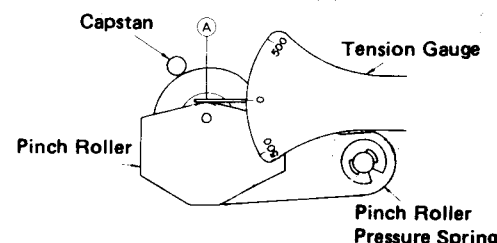

Figure 17-1
2. Push the pinch roller, at the point (A) shown in Fig. 17-1, by using a tension gauge (500 gr.) so that it will come off the capstan. Then, release the tension slowly until the pinch roller hits the capstan again (i.e., the pinch roller is about to rotate again). Then check the tension gauge is reading 350 gr. to 420 gr.
2. Drücken Sie die Förderwalze mit einer Zuglehre (500 g.) an der in Abb. 17-1 gezeigten Stelle (A), so daß sie sich von der Antriebsrolle abheben läßt. Senken Sie dann langsam die Spannung bis die Förderwalze wieder die Antriebsrolle berührt (d.h. die Förderwalze läßt sich wieder drehen). Stellen Sie sicher, daß die Zuglehre zwischen 350 g und 420 g anzeigt.
2. Pousser le galet pinceur au point (A) montré sur la Fig. 17-1 à l'aide d'une jauge de tension (500 g) de telle sorte qu'il se sépare du cabestan. Puis relâcher lentement la tension jusqu'à ce qu'il entre de nouveau en contact avec le cabestan (c'est-à-dire que le galet pinceur est sur le point de tourner de nouveau). Puis vérifier la lecture de 350 à 420 g de la jauge de tension.